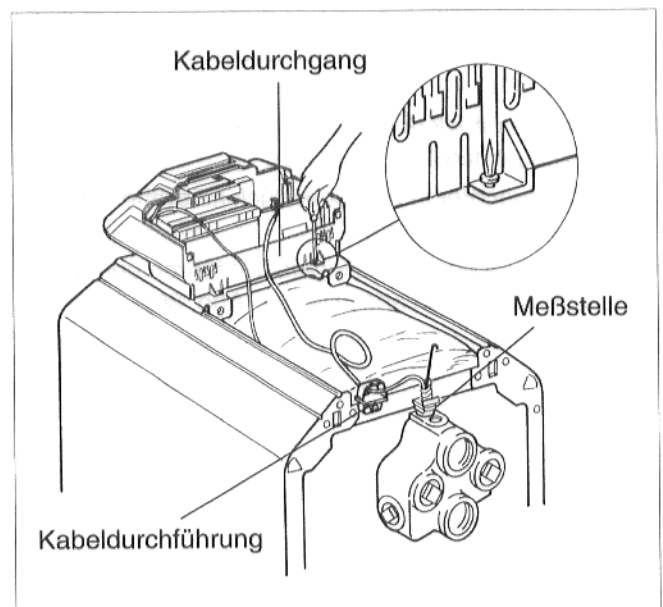

Abb. 27
- Regelgerät mit zwei Schrauben in den hinteren Ecken der Kabeldurchganges auf der vorderen Kesselhaube festschrauben (Abb. 27).
- Kapillarrohre und Fühlerleitungen auf Bedarfslänge abrollen, bis diese an die Meßstelle reichen (Abb. 27).
- Kabeldurchführung an der Kesselrückwand anschrauben und Kapillarrohre sowie Fühlerleitungen durch diese durchführen (Abb. 27).